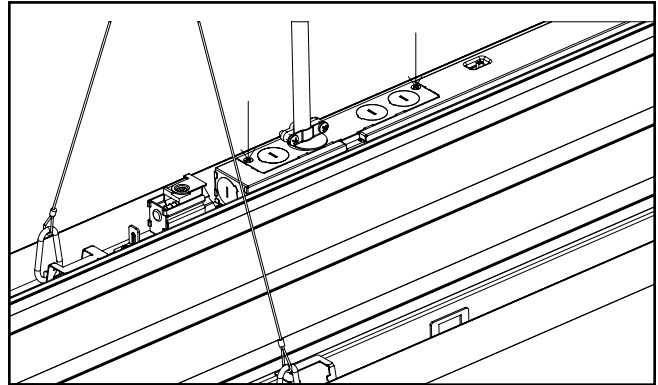

Figure 21.
10. Recouvrez les fils avec la plaque d'accès et réinstallez les vis pour terminer l'installation (voir la figure 21).